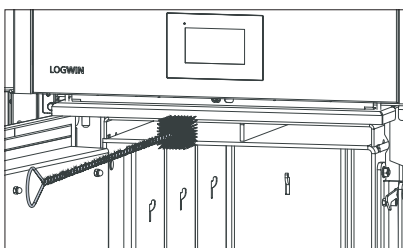

Fig. 60 Schwegasabsaugung reinigen
- ▶ Kanal für die Schwegasabsaugung reinigen – Fig. 60.